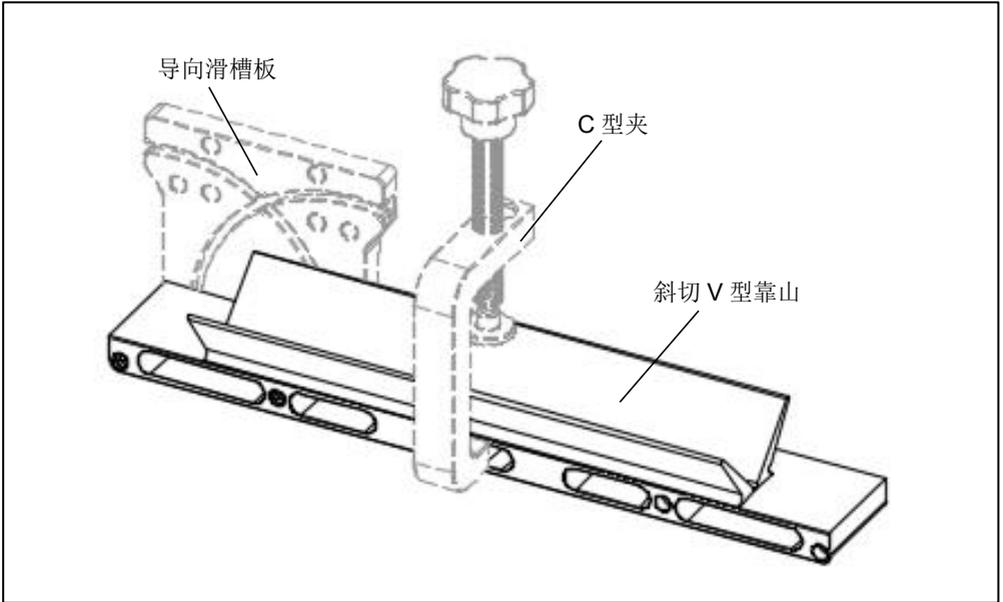

图 14
•如图 14 所示，斜切 V 型靠山的安装方式和斜切直靠山完全相同，导向滑槽板和 C 型夹借用斜切直靠山。